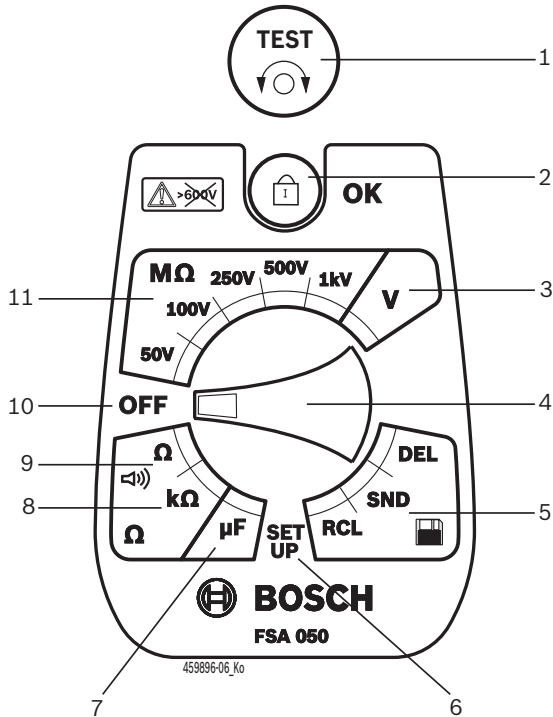

Fig. 2: Drehschalter/Tasten
- Drehschalter auf **<SETUP>** stellen (Fig. 2, Pos. 6).
- <TEST>** (Fig. 2, Pos. 1) etwa zwei Sekunden drücken.
- <⏏/OK>** drücken, um den gewünschten Wert zu speichern (Fig. 2, Pos. 2).